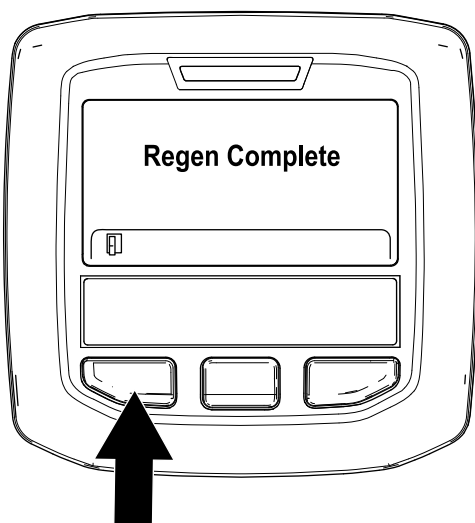

Рисунок 56
9. Регенерация с парковкой будет завершена, когда на дисплее инфо-центра появится сообщение «Regen Complete» («Регенерация завершена»). Для перехода на главный экран нажмите левую кнопку (Рисунок 56).